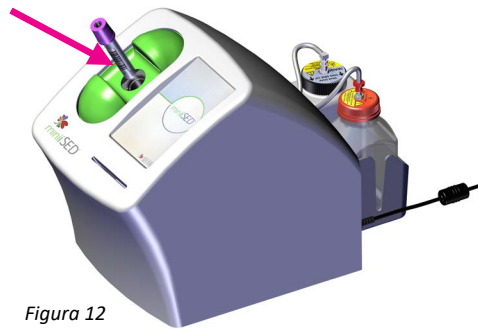

Figura 12
1. Inserte el tubo primario cerrado, con el código de barras hacia abajo, en el puerto de carga del analizador, según se indica (Figura 12).